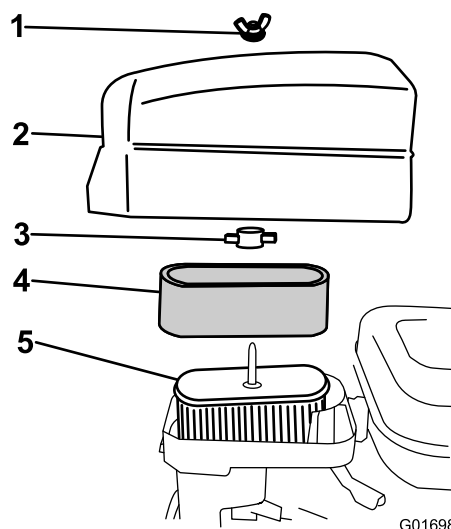

Figura 29
- Se o elemento de esponja se encontrar sujo, deverá retirá-lo do elemento de papel (Figura 29) e limpe-o cuidadosamente, da seguinte forma: